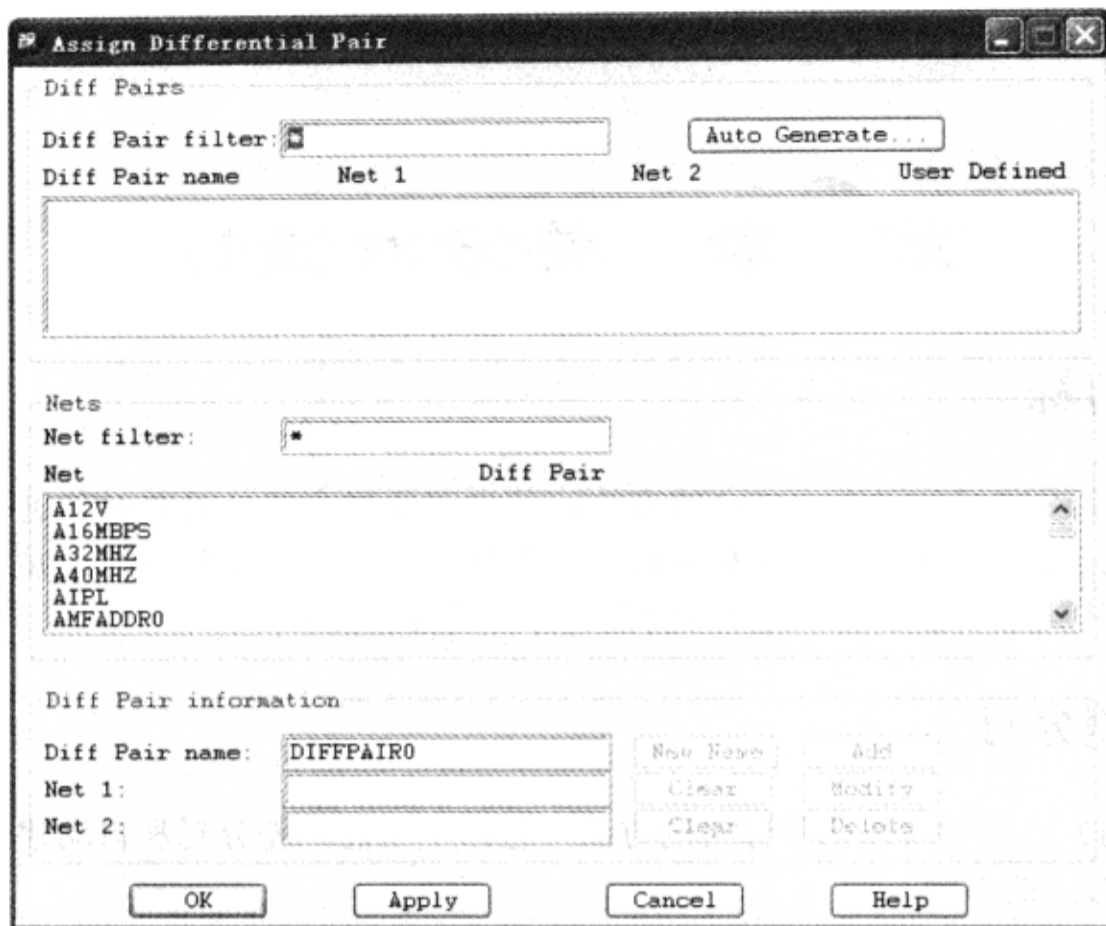

图 6-2-2 “Assign Differential Pair”对话框
(2) 执行菜单命令“Logic”→“Assign Differential Pair”，弹出“Assign Differential Pair”对话框，如图 6-2-2 所示。